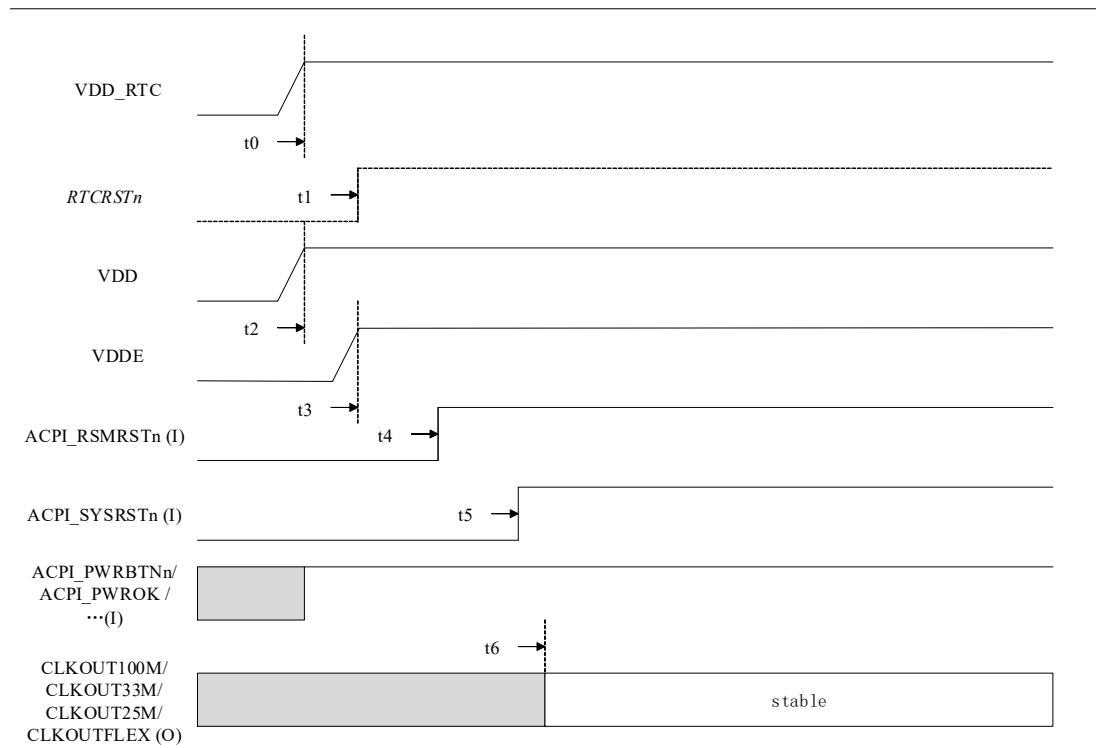

图 7-5 不使能 ACPI 功能时的冷启动上电时序 (RTC 掉电)
6. 表 7-7 对时序的描述对应图 7-5，与上述注解不一致的描述以上述注解为准